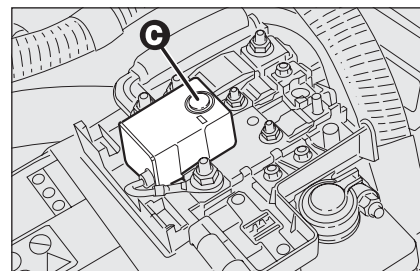

fig. 63
- premere il pulsante **C-fig. 63** per riattivare l'interruttore alimentazione elettrica.